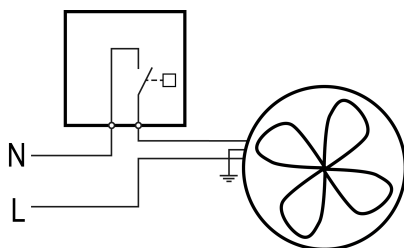

Рисунок 5.1 – Схема подключения
1. Подключить провода к контактной группе (см. рисунок 5.1).